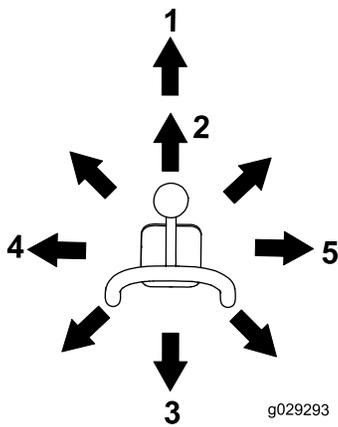

Figura 10
- Para inclinar el apero hacia adelante, mueva lentamente la palanca a la derecha (Figura 10).
- Para inclinar el apero hacia atrás, mueva lentamente la palanca a la izquierda (Figura 10).
- Para bajar los brazos de carga, mueva lentamente la palanca hacia adelante (Figura 10).
- Para elevar los brazos de carga, mueva lentamente la palanca hacia atrás (Figura 10).
- Para bajar los brazos de carga a la posición de bloqueo (flotar), empuje la palanca totalmente hacia adelante (Figura 10).